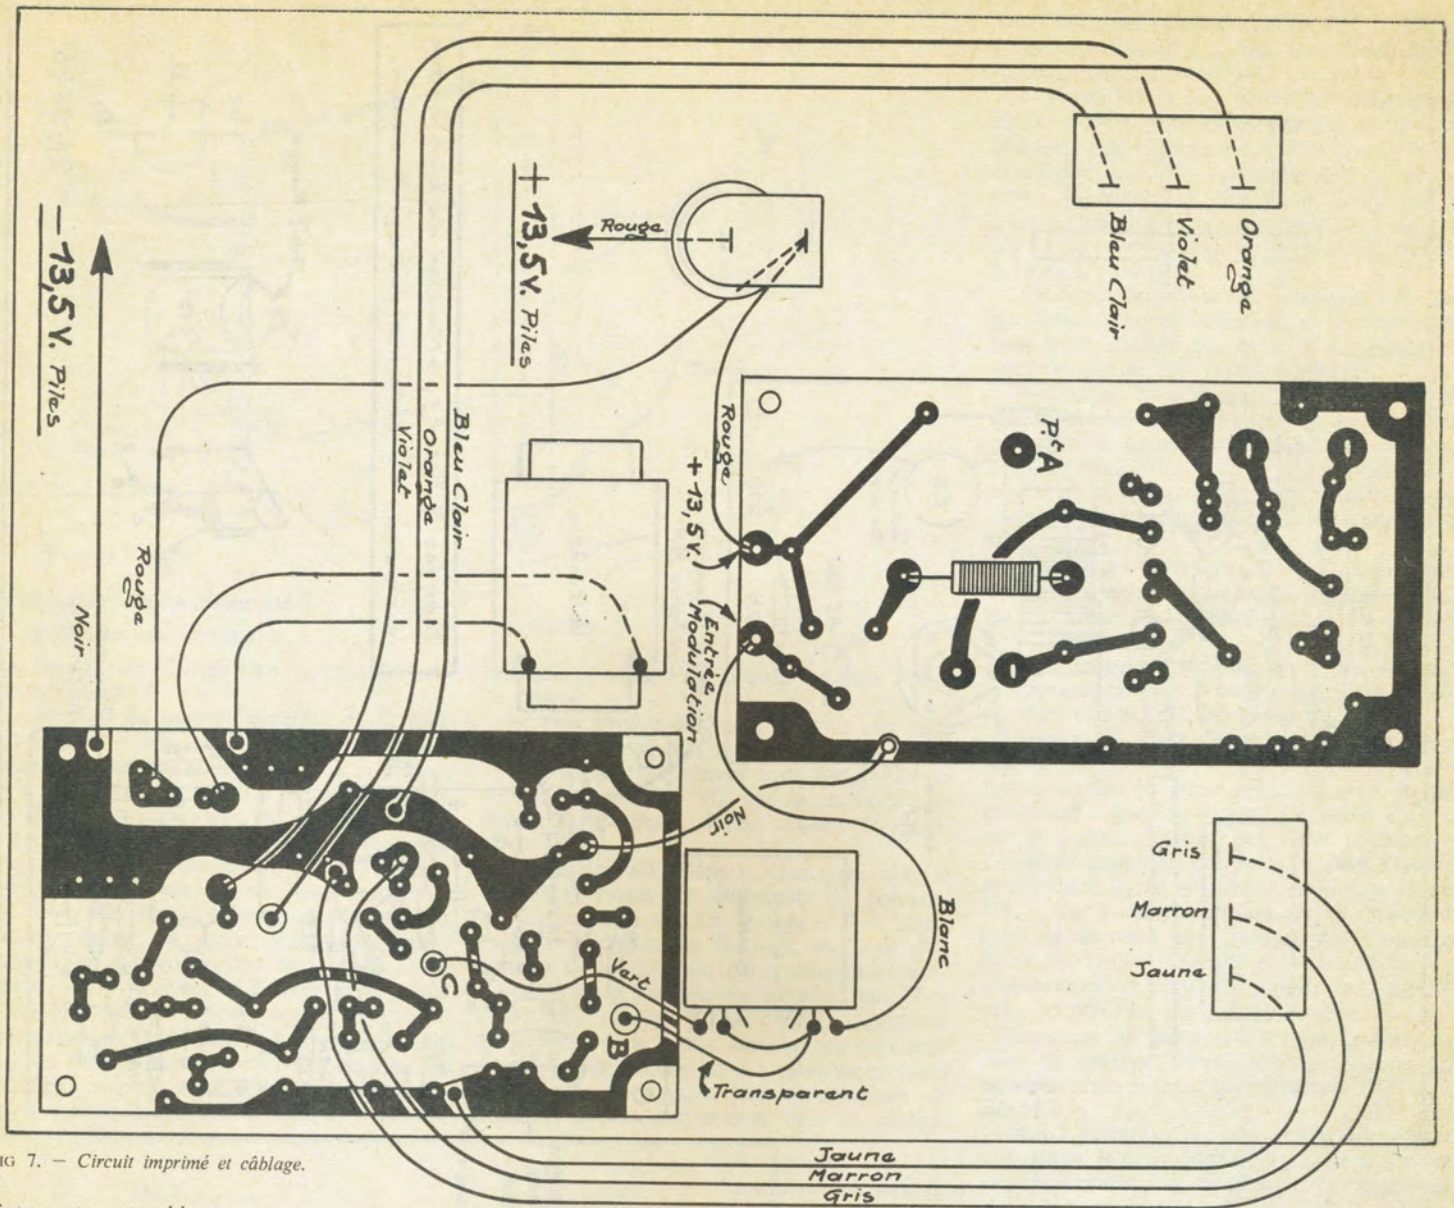

FIG 7. - Circuit imprimé et câblage.
d) **Circuits imprimés.** Voir Fig. 7. Utiliser la technique exposée dans les articles précédents. Il n'y a d'ailleurs aucune difficulté particulière.
e) **Câblage.** Voir Fig. 7 et 8. L'émetteur est éprouvé : il doit fonctionner du premier coup. Donc, inutile de « finasser ». Souder les divers composants après les avoir contrôlés. Attention au sens des transistors, de la diode Zener, des condensateurs chimiques (surtout pour les tantales). Respecter dans la mesure du possible les couleurs des fils. La figure 7 représente le câblage vu à travers le panneau avant (comme s'il était installé).